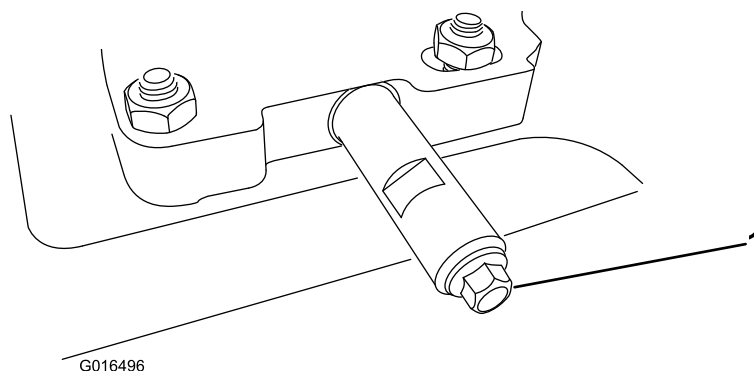

Figura 31
- Pulite l'area attorno al tappo di spurgo dell'olio (Figura 31).